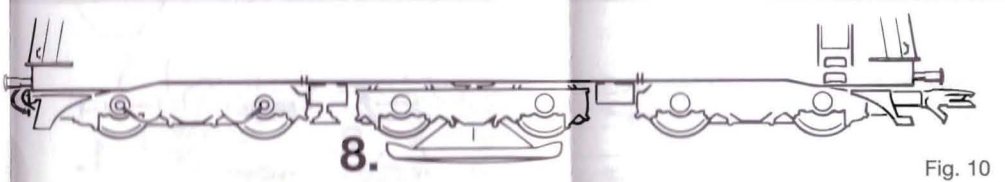

Fig. 10
Ausführung für Wechselstrom: siehe Fig. 10 + (I-XII).
A.C. operation: see fig 10 + (I-XII).
Version en courant alternatif: voir fig. 10 + (I-XII).